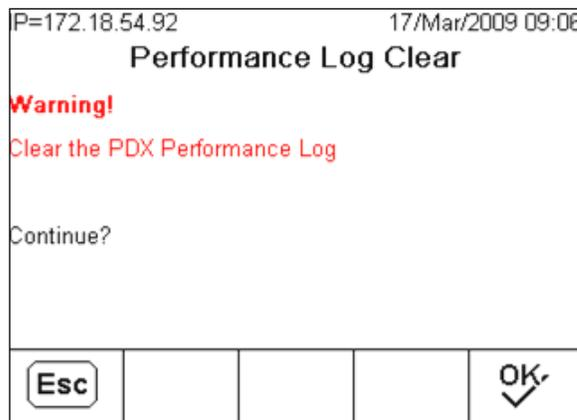

Figura C-46: Schermata di eliminazione del registro delle prestazioni PDX
2. Premere il softkey **ELIMINA** per eliminare i record e reimpostare il file di registro. Viene visualizzata una schermata di avviso (Figura C-46) per conferma. Premere il softkey **USCITA** per annullare l'operazione, o il softkey **OK** per confermarla.